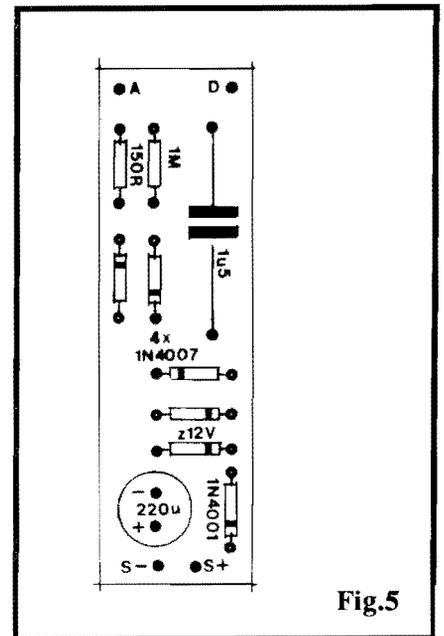

Fig.5
- FIG. 5 - CAIXA E ACABAMENTO EXTERNO... - Na sua configuração básica (o "modelito", certamente, aceita muitas variações, a critério do gosto estético e da criatividade de cada um...), o circuito do **SESEQ** pode ser acondicionado num *container* retangular, com as dimensões mínimas relacionadas na figura, e contendo uma "janela" (dimensões básicas também indicadas no diagrama...) para visualização do *display* de 20 LEDs, recoberta por um filtro de acrílico transparente vermelho (para melhoria do desempenho ótico do sistema...). Ainda por razões estéticas e de favorecimento da própria visualização, convém que o acabamento externo da caixa seja em preto fosco... A fiação de alimentação e controle, poderá sobresair de uma das laterais do *container* ou ainda do fundo deste... Dependendo também da instalação final do par de módulos (nunca esquecer que são necessários **dois** conjuntos completos do **SESEQ**...), serão ainda necessários alguns implementos de fixação, como braçadeiras, suportes em "L", parafusos, etc. Outra possibilidade prática para a fixação dos módulos do **SESEQ** consiste na utiliza-
- FIG. 5 - "CHAPEADO" DA MONTAGEM - MÓDULO "A" - A placado módulo A, vista agora pela sua face não cobreada, traz claramente as informações dos componentes estilizados, com seus códigos, valores, polaridades, etc., de modo muito fácil de seguir... Lembrar que todos os diodos (inclusive o *zener*...) são polarizados, e que assim a orientação de suas extremidades de **catodo**, marcadas pelas faixas ou anéis, deve ser rigorosamente respeitada... Atenção também à polaridade dos terminais do